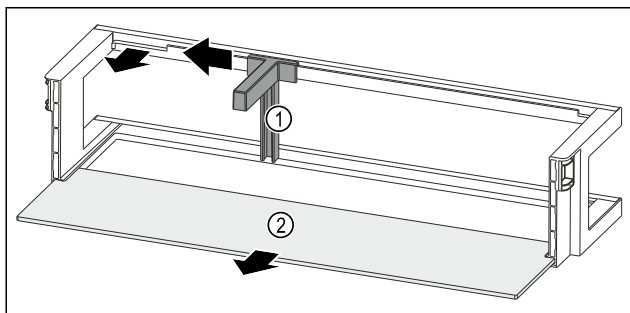

Fig. 97 Balconnet de contre-porte avec porte-bouteilles et tablette de rangement
- Pousser le porte-bouteilles Fig. 97 (1) sur le côté jusqu'à l'évidement.
- Retirer le porte-bouteilles Fig. 97 (1).
- Retirer la tablette de rangement Fig. 97 (2).